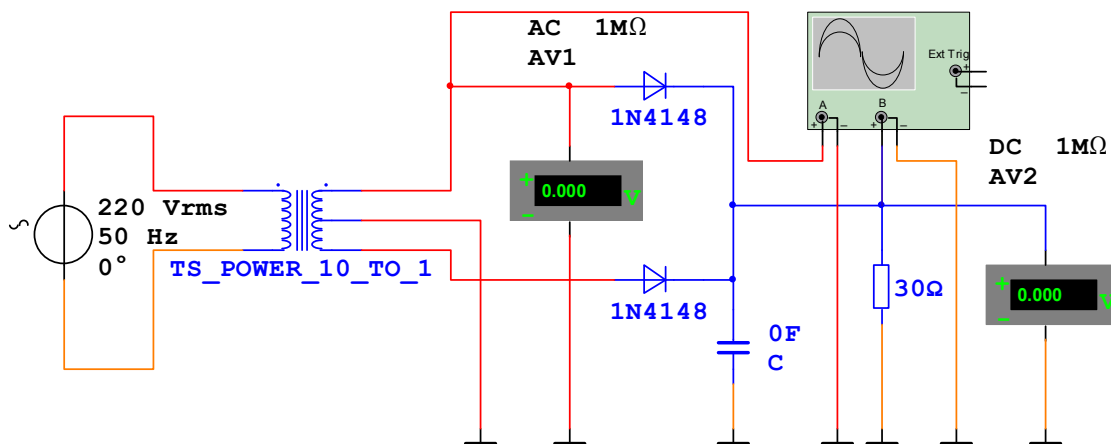

Рис.15.1
15.2.1. Для исследования двухполупериодного выпрямителя со средней точкой соберите схему, приведенную на рис.15.1. Активизируйте схему. Запишите показания вольтметров, а также срисуйте с экрана осциллографа временные зависимости входного и выходного напряжений. Повторите измерения при емкостях конденсатора C 100 мкФ и 2000 мкФ. Сделайте выводы о работе данного выпрямителя и емкостного фильтра.